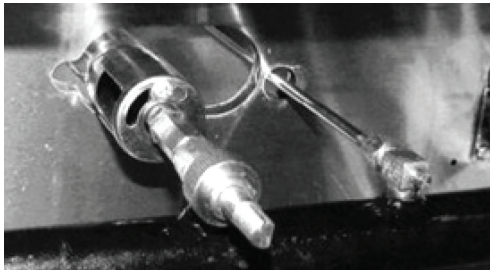

Fig. 4
2. Dévisser les vis et le robinet de veilleuse, puis retirer la rampe de gaz (Fig. 4).